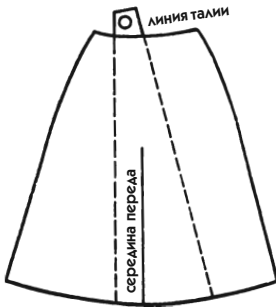

Рис. 629
2. Приложите лекало к фигуре и наметьте линии модели. На рис. 629 представлен чертеж всего переднего полотнища юбки.